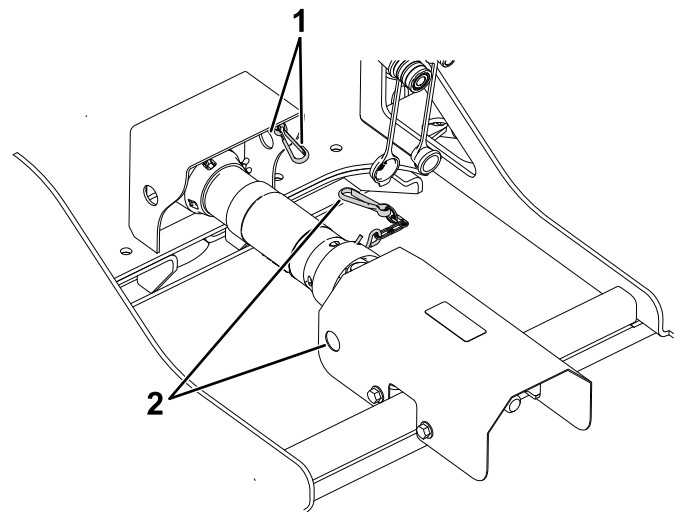

Figura 15
8. Conecte las cadenas de la cubierta del árbol de transmisión en las zonas mostradas en la Figura 15.